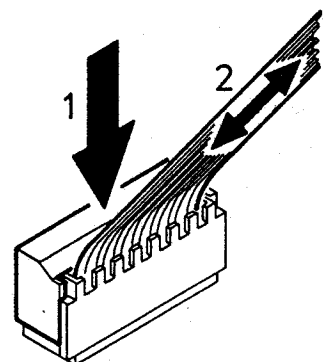

Fig. 2
Fig. 2 indicates the mounting and demounting of the wiring.
Fig. 2 geeft de montage en de demontage van de bedrading aan.
En Fig. 2 on trouvera le montage et la démontage du câblage.
5. Die Leiterplatten sind an mehreren Stellen mit einem Steckverbinder ausgeführt (wie etwa 2A, 4A usw.). Bild 2 zeigt den Einbau und den Ausbau der Verdrahtung.
Fig. 2 indica come attaccare e staccare i cavi.